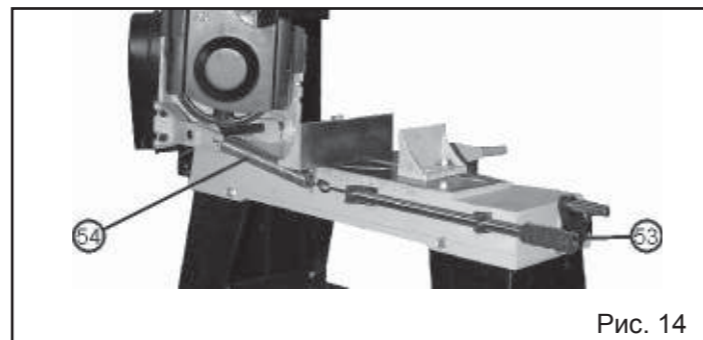

Рис. 14
пружины (54) Рис.14.
9.5.2. Вращая тягу (53) по часовой стрелке тем самым, натягивая пружину – ослабляется усилие давления пильной ленты на заготовку и наоборот Рис.14.